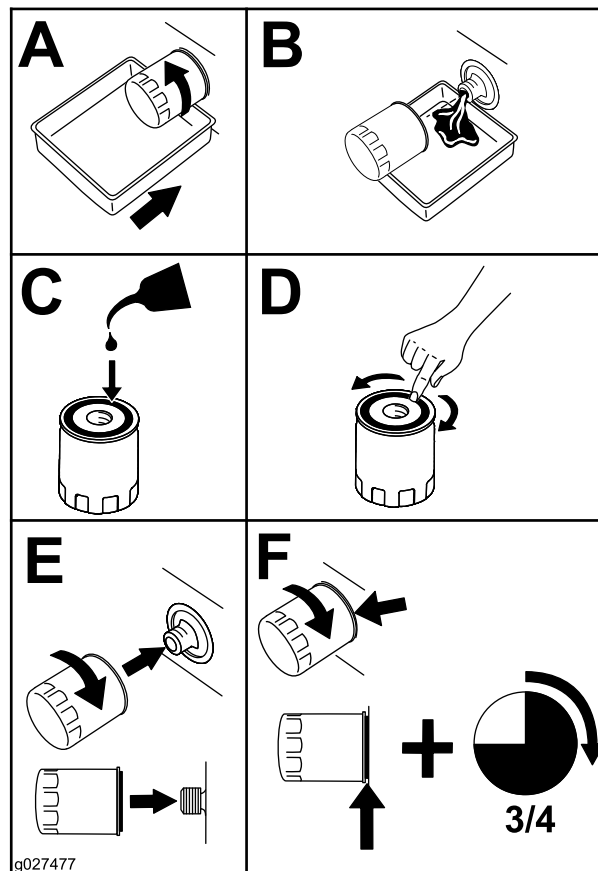

Figure 35
4. Remplacez le filtre à huile (Figure 35).